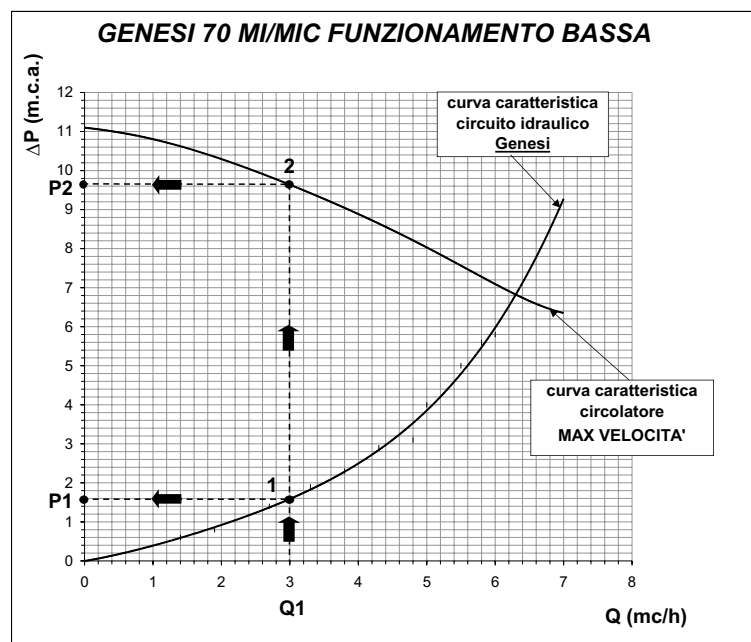

Fig. 12
**ESEMPIO DI UTILIZZO:** (Vedi fig. 12)
Riportando il valore ottenuto **Q1**, sul grafico in fig. 12, otterremo un punto **1** sulla curva caratteristica circuito idraulico Genesi corrispondente alla perdita di carico **P1** della caldaia alla portata **Q1**.